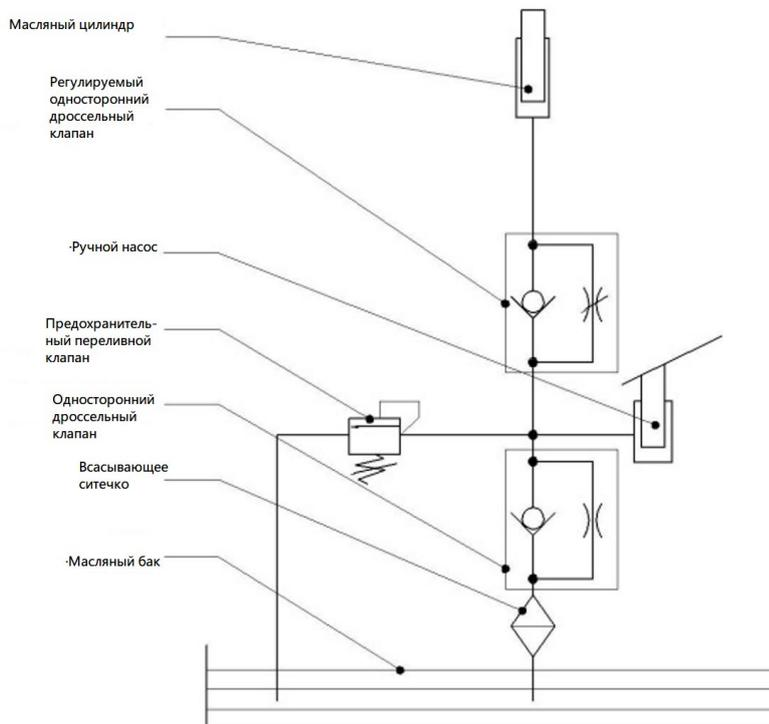

Рисунок 3. Схема гидравлической системы.
**Принципиальная схема гидравлической системы** (см. рисунок 3)